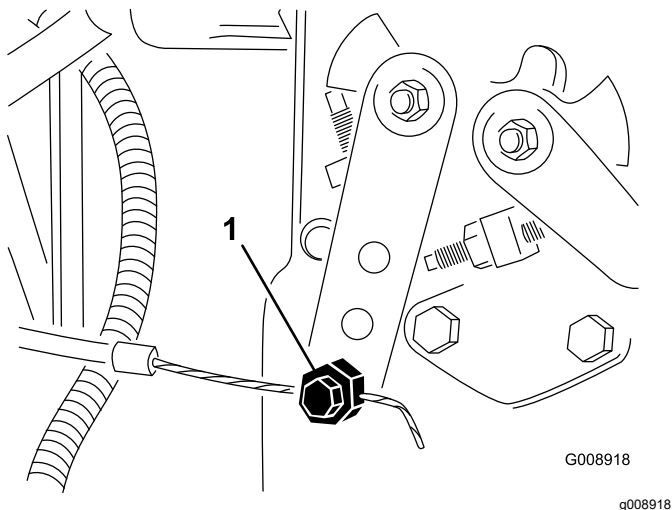

Figura 86
4. Allentate il raccordo del cavo dell'acceleratore sulla leva della pompa di iniezione (Figura 86).